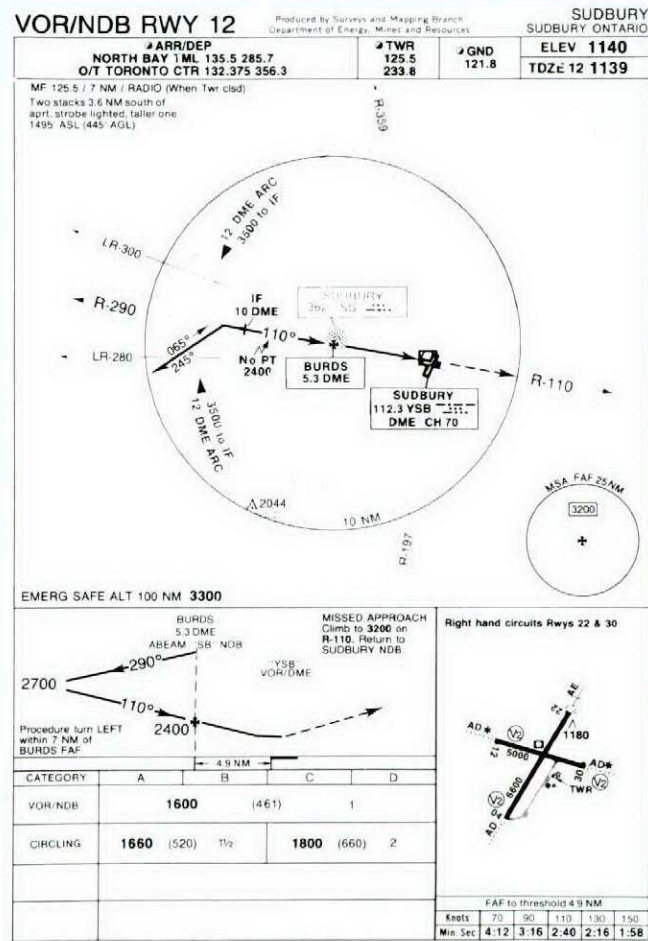

Figure 1
In recent years several civilian low altitude instrument approach procedures have incorporated DME arcing transitions to an intermediate fix (IF) located on the final approach course (Fig. 1). In many cases the arc commences at the intersection of an airway centreline radial and the DME arc of the facility (Figs 1 & 2). The arc permits a transition from an enroute track of airway to the IF (on the final approach track) for a straight-in approach, thus eliminating a procedure turn. This is indicated on the approach chart by the inclusion of an "IF" and "No PT" in addition to the transition arc (Fig 1).
Au cours des dernières années, plusieurs procédures d'approche aux instruments à basse altitude, utilisées dans l'aviation civile, ont incorporé la transition par arc DME jusqu'à un repère intermédiaire (IF) situé sur la trajectoire d'approche finale (fig. 1). Dans de nombreux cas, la manoeuvre commence à l'intersection du radial constituant l'axe de la voie aérienne avec l'arc de la station DME (figures 1 et 2). L'arc permet de passer du segment en route d'une voie aérienne au repère IF, situé sur la trajectoire finale, pour effectuer une approche directe, ce qui supprime le virage conventionnel. Ce type d'approche est indiqué sur la carte par les abréviations "IF" et "No PT" ainsi que par l'arc de transition (fig. 1).
the inclusion of one or more transitions will direct the pilot from the enroute structure to the IF thus eliminating the need for a procedure turn. As mentioned earlier, approaches which include a transition also include an "IF" and "No PT" in addition to the normal approach markings (Fig 1).
Although not all approaches with transitions include arcing transitions many do and it is these that often cause some confusion among pilots. This confusion is compounded by the fact that at present not all approaches with arcing transitions are depicted in the same manner (Figs 1, 6, 7 & 8).
(IF) a été établi à certains emplacements sur la trajectoire d'approche finale. L'inclusion d'une ou de plusieurs voies de transition guide le pilote depuis la structure en route jusqu'au repère IF, éliminant ainsi l'obligation d'effectuer un virage conventionnel. Comme il a été dit plus haut, les approches qui comprennent une transition sont indiquées par "IF" et "No PT" en plus du marquage normal d'approche (figure 1).
De nombreuses approches avec transition comprennent un arc, même si ce n'est pas le cas pour toutes, et c'est pourquoi cela crée souvent une certaine confusion parmi les pilotes. Confusion renforcée par le fait qu'actuellement toutes les approches avec des arcs de transition ne sont pas décrites de la même manière (figures 1, 6, 7 et 8).